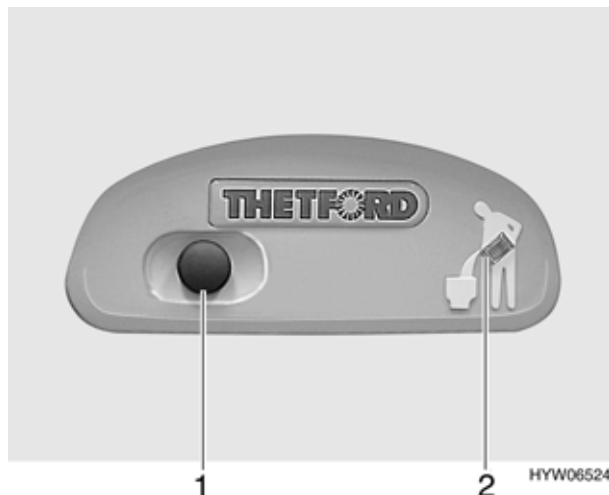

Fig. 150 Pulsante acqua di scarico/Luce spia cassetta Thetford
- Per sciacquare premere il pulsante blu (Fig. 150,1).
Quando la cassetta Thetford è piena e deve venire svuotata, la luce spia (Fig. 150,2) si accende.